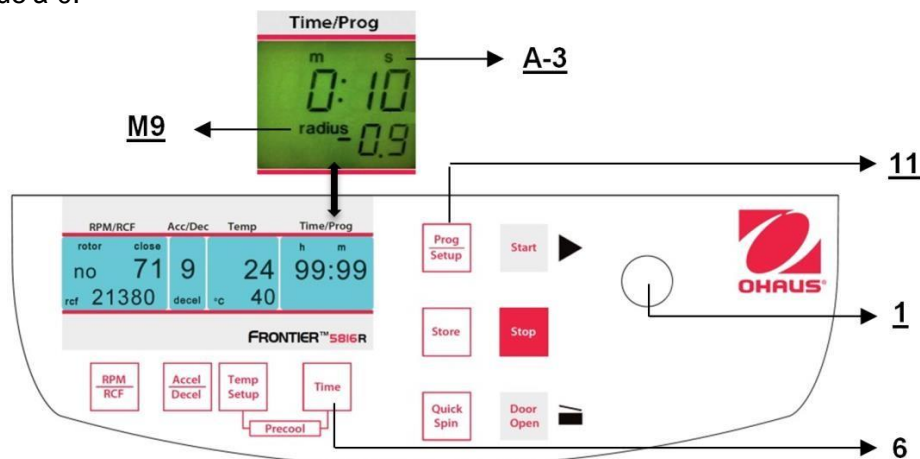
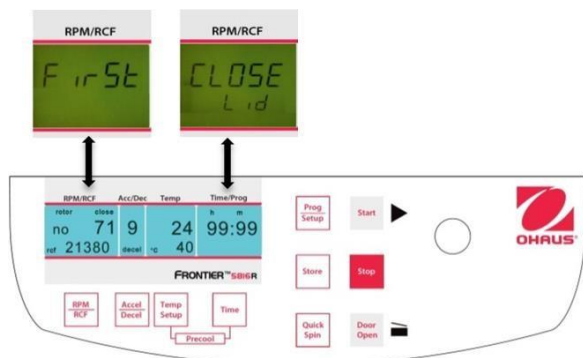

Figure. 24
Figure. 26
Fermer le couvercle et maintenir ensuite appuyées les touches "Time" (6) (voir la figure 24) et "Prog/Setup" (11). Sur l'affichage "Time/Prog" (A-3), le mot "radius" (M9) apparaît. Avec le bouton de réglage (1), l'utilisateur peut présélectionner des corrections du rayon (voir Tableau 7, ANNEXE) par incrément de 0,1 centimètre. Après avoir défini une correction du rayon, le mot "radius" (M9) apparaît. Ce mot sera visible jusqu'à ce que la correction du rayon soit revenue à 0.
Fermer le couvercle de la centrifugeuse. Procéder dorénavant selon la description précédente afin de définir tous les paramètres importants de la centrifugation. Si le couvercle n'est pas fermé lors de la mémorisation du programme, les mots "**FirSt**" et "**CLOSE Lid**" (voir la figure 26) clignotent alternativement sur l'affichage "**RPM/RCF**" (A-1). Si la centrifugation doit être démarrée sans mémorisation du programme, les mots "**First**" et "**PrESS StoreE**" (voir la figure 24) clignotent alternativement sur l'affichage "**RPM/RCF**" (A-1).